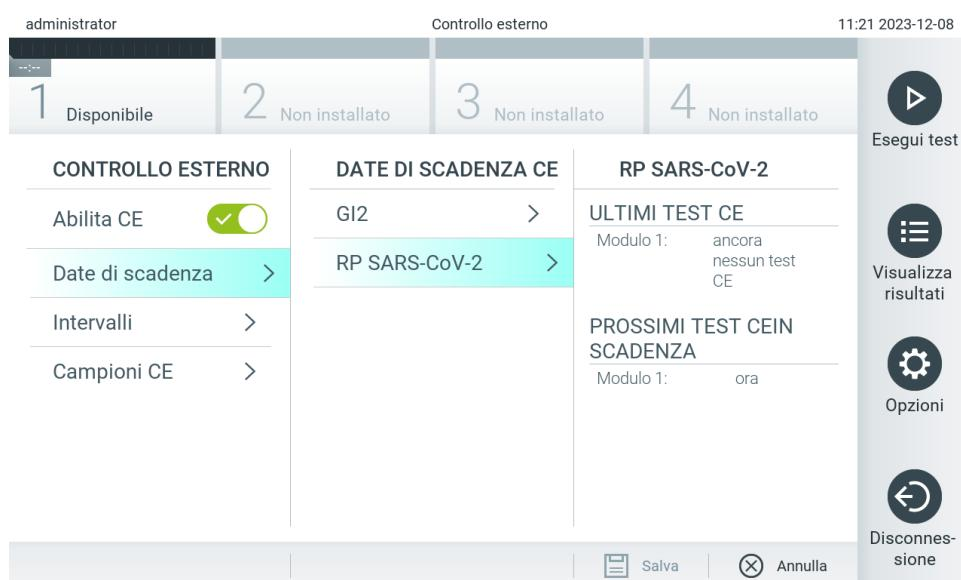

Figura 77. Schermata External Control Due Dates (Date di scadenza controllo esterno).
4. Selezionare **Intervalli** (Intervali) e poi un esame dall'elenco per configurare il relativo intervallo. Viene visualizzato un promemoria per ricordare agli utenti che è necessario eseguire un test di controllo esterno per gli esami selezionati se l'intervallo è trascorso (Figura 77).